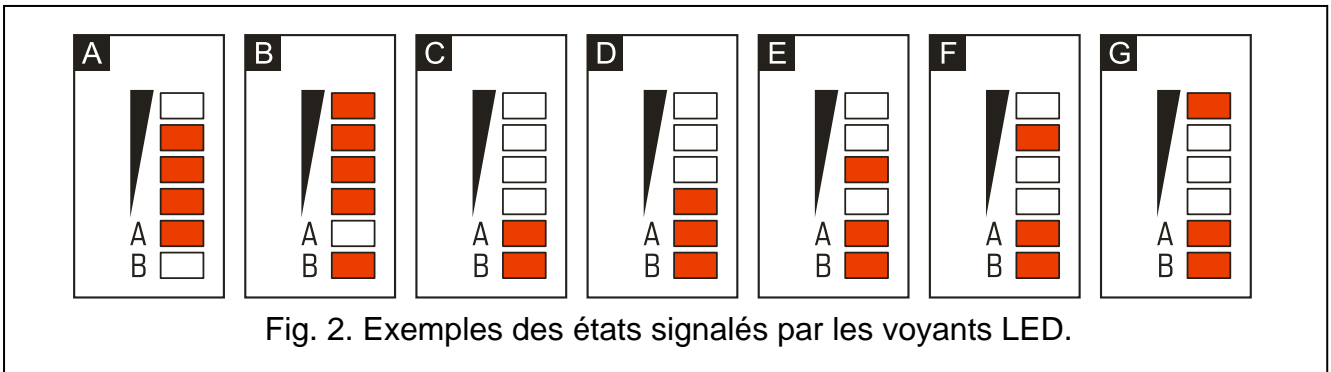

Fig. 2. Exemples des états signalés par les voyants LED.
- 3 - **voyants LED** informant sur l'état du module. Le voyant A clignote lorsque la transmission GPRS est en cours. Le voyant B clignote lorsque le message SMS est envoyé ou le module appelle (transmission test CLIP). Les autres voyants informent sur le niveau de signal reçu par le téléphone GSM. Si les voyants A et B clignotent en même temps, elles indiquent la connexion au réseau GSM. Dans le cas où la connexion au réseau GSM a échoué, le clignotement d'autres voyants signale des pannes (voir : fig. 2).
Légende de la figure 2 :
Des informations supplémentaires sont fournies par les voyants LED sur la carte électronique (voir : fig. 2).
Si le code PIN de la carte SIM ne correspond pas à celui introduit au module, les voyants LED le signaleront sur la carte électronique (voir : fig. 2 exemple F). La suivante tentative d'utiliser le code PIN aura lieu après 30 secondes. Si le code PIN erroné est saisi trois fois, la carte SIM sera verrouillée. Pour entrer le code PUK et déverrouiller la carte, insérer la carte dans le téléphone mobile.